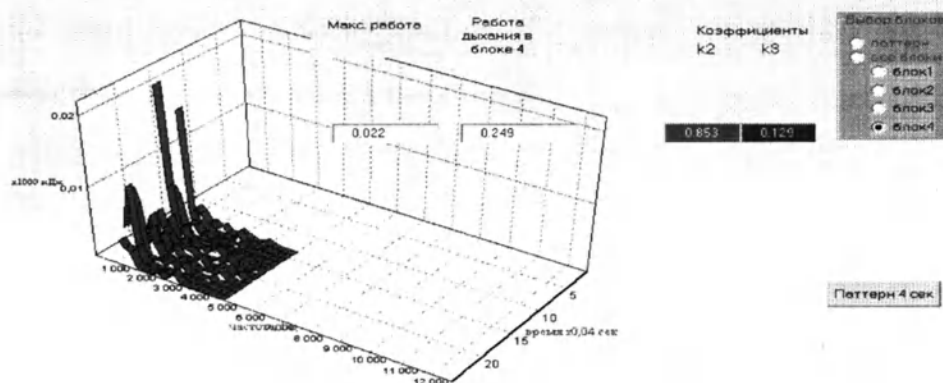

Рис. 8.3. Выбранный участок среднечастотного диапазона
- «Частотный диапазон» - для выбора наиболее информативного частотного интервала. Пример выбора участка среднечастотного диапазона (1,2 – 5,0 кГц) приведен на рис. 8.3.